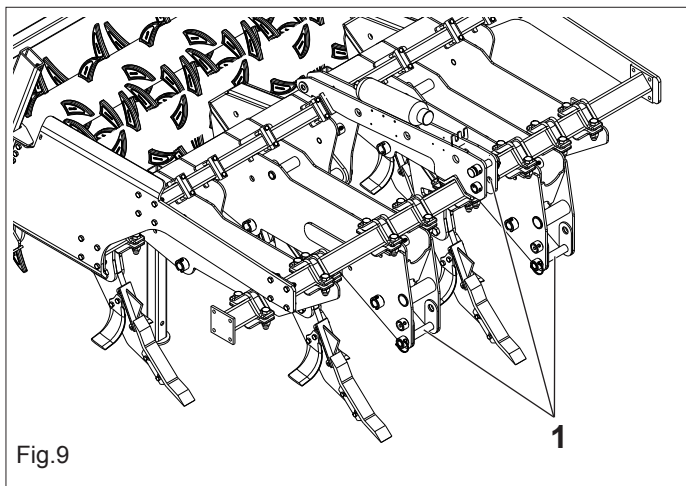

Fig.9
- 1) Die Hubvorrichtungsstangen in die vorhandenen Bolzen einhängen (1 Fig.9) und mit den Sicherheitssplints blockieren.